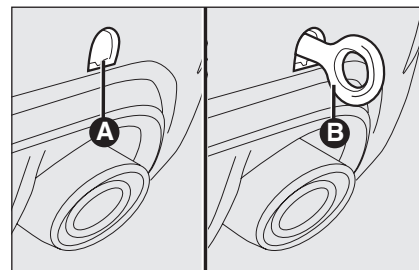

fig. 43
- ☐ décrocher le bouchon **A** (qui se trouve uniquement dans la partie arrière fig. 43);